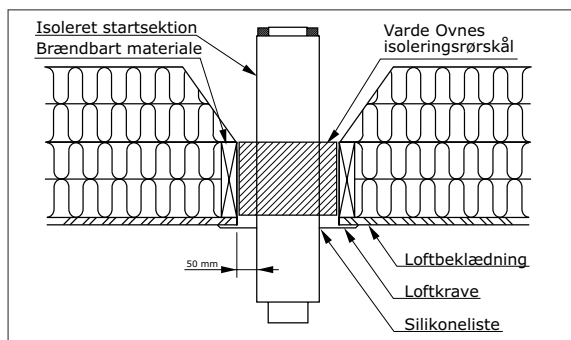

Fig. 4
3. Såfremt isoleringstykkelsen på loftet eller ved etageadskillelsen overstiger 200 mm, skal det overskydende isoleringsmateriale fjernes efter montage af Varde Ovnes isoleringsrørskål. Se fig. 4. Dette er også gældende ved anvendelse af dampspærremanchet.